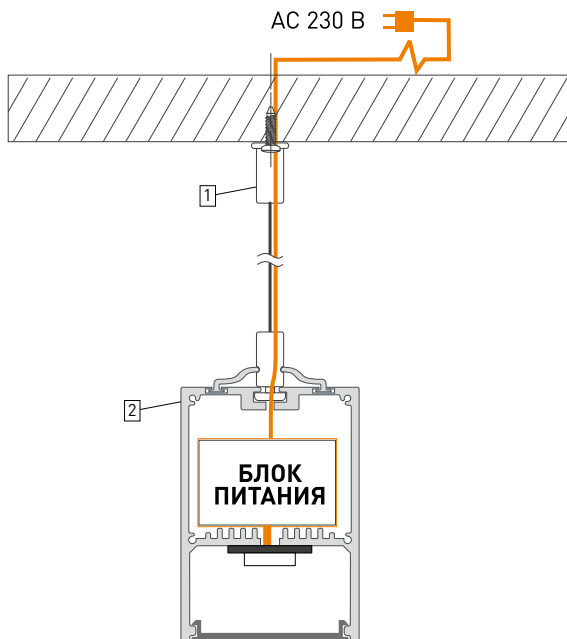

Рис. 1. Установка и подключение светильника
- 3.1. Закрепите на поверхности цанговый зажим [1], как показано на рис. 1.